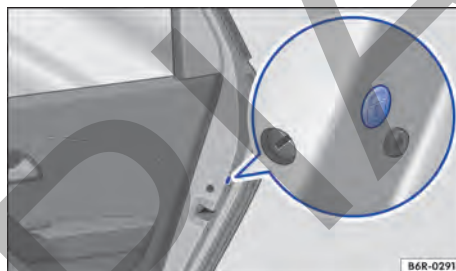

Fig. 55 En la puerta trasera: cierre de emergencia, cubierto por una junta de goma.
- Retirar el burlete de goma **Ⓢ** en la lateral de la puerta → fig. 55.